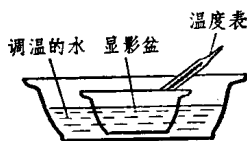

图 4-1 调温方法
1. 准备工作 按买来药粉上的说明配好显影液和定影液。由于显影液很容易在空气中氧化而失效，因此要按实际需要决定配制量。药液的温度应在摄氏 18~20 度左右，太冷（或太热），可以用大一些的盆，里面倒上点热水（或冷水），把盛有显影液或定影液的碗盆放在里面调温（如图 4-1）。